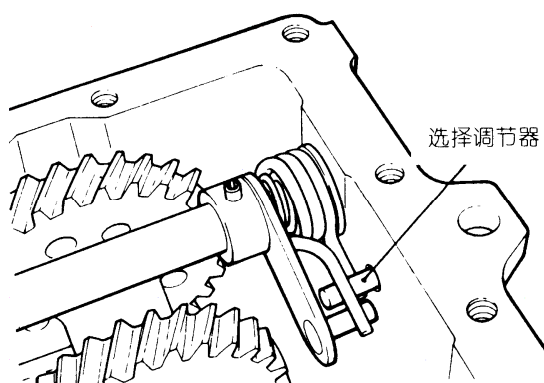
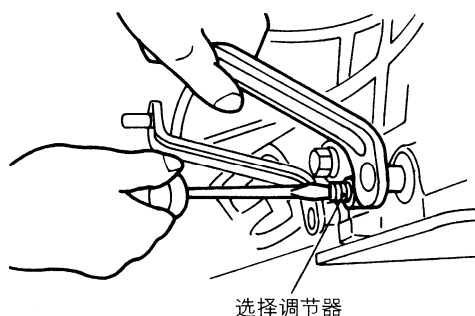

图 3-81 安装选择调节器
图 3-82 拧松选择调节器
(28) 安装调整臂弹簧销时，用专用工具敲入调整臂的弹簧销。
(29) 如图 3-81 所示，安装选择调节器，要使它的端部位于回位弹簧的中间。把选择调节器向内拧到底。如图 3-82 所示，拧松选择调节器，一直拧松到当换挡轴动作时要能灵活平稳地进行换挡。用锁紧螺母锁紧选择调节器。注意在调整选择调节器时，不要使它向后退出两圈以上。